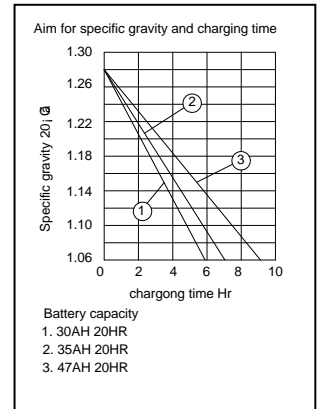

Fig.23
- (d) Cargar la batería siguiendo las instrucciones de la tabla de densidades y duraciones de recarga (Fig.23)